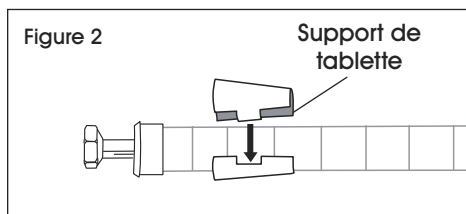

Figure 2
1. Commencez par la tablette la plus basse. Enclenchez les deux parties d'un support de tablette (la partie la plus large vers le bas) autour du montant à la rainure la plus basse où la tablette doit être placée. (Voir Figure 2)